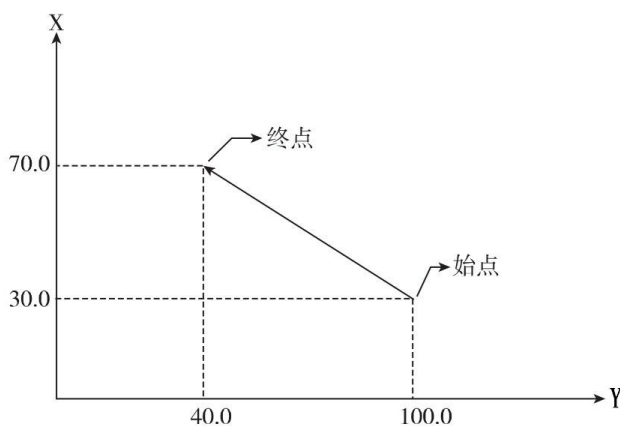

图 1
**程序实例:** 图 1 的移动用绝对运动指令编程程序如下:
**程序实例:** 图 1 的移动用增量运动指令编程程序如下: